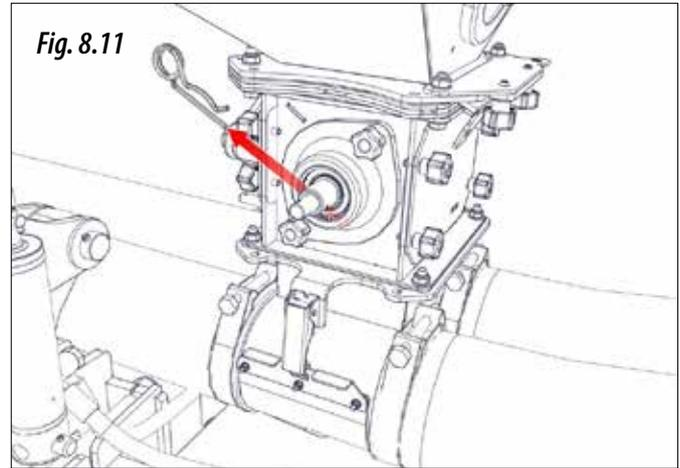

Fig. 8.11
- 1- Sacar el pasador "R" (Fig. 8.11).